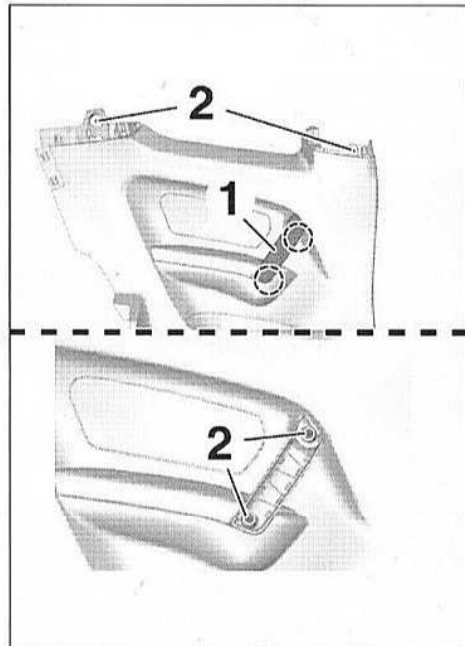

FIG.42
- Dégrafer et déposer la garniture (1) (Fig.42).
- Déposer les vis (2).